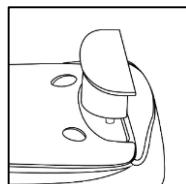

Figura 15
5. Introduceți noul cartuș anti-calcar (Figura 15)